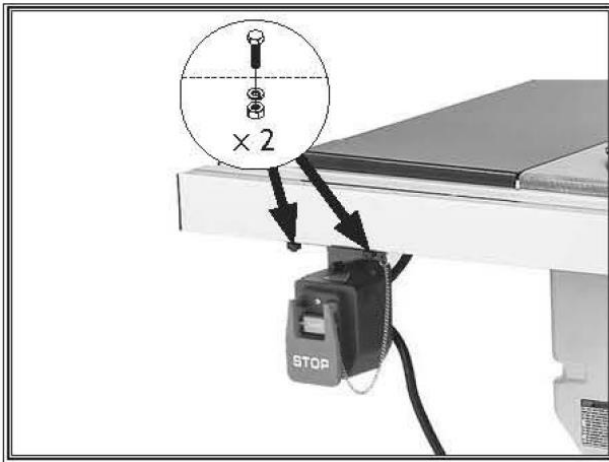

Рисунок 25. Установка выключателя
14. Установите выключатель на шестигранные болты с шага 10, используя (2) шестигранные гайки М8-1.25 и (2) стопорные шайбы 8 мм (см. рисунок 25).